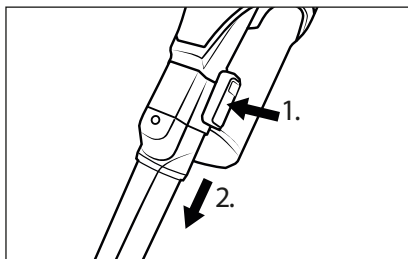

Fig. 15
- ◆ For at fjerne tilbehøret skal du trykke på oplåsningsknappen på tilbehøret og tage tilbehøret af sugerør **23** eller af produktets sugeåbning (se fig. 15).